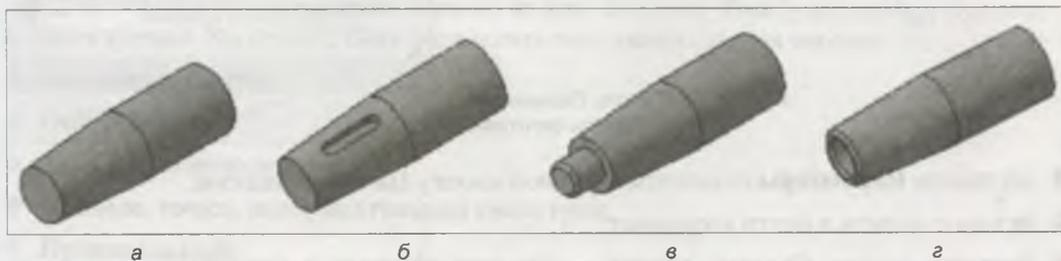

Рис. 21.23. Ряд типовых моделей вала
Рассмотрим прием моделирования типовых объектов на основе ранее созданной модели детали с помощью команды **Деталь-заготовка**. Обратите внимание, что эта команда стала доступна и после создания модели детали. Таким образом, в окно модели можно вставить несколько заготовок. Создайте модель в соответствии с чертежом **Вал-заготовка** (рис. 21.23, а) и сохраните ее в папке **Модели** под этим именем. Далее выполните такие действия:
- ◆ нажмите кнопку **Создать объект**. Система создала на детали-заготовке шпоночный паз (рис. 21.23, б). Сохраните деталь под другим именем Вал 1. Сделайте второй вариант — с наружной резьбой и третий вариант модели — с внутренней резьбой M12. Сохраните модели под именем Вал 2 и Вал 3 (рис. 21.23, в, г).